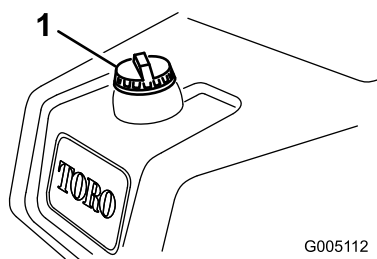

Figura 26
1. Pulite attorno al tappo del serbatoio del carburante e rimuovetelo (Figura 26).